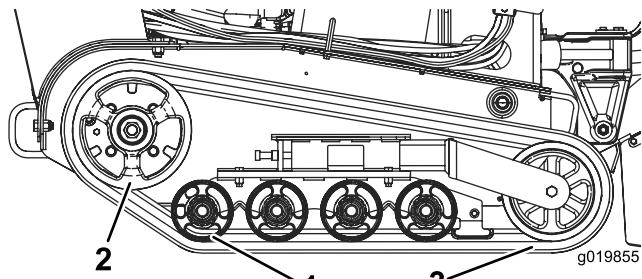

Figure 46
**Important:** Nettoyez soigneusement les galets de roulement et le pignon d'entraînement (Figure 46).
8. Pour installer la chenille neuve, commencez par l'enrouler autour du pignon d'entraînement, en veillant à ce que les crampons à l'intérieur de la chenille s'engagent correctement entre les entretoises du pignon (Figure 46).
9. Poussez la chenille sous et entre les galets de roulement arrière et central (Figure 46).